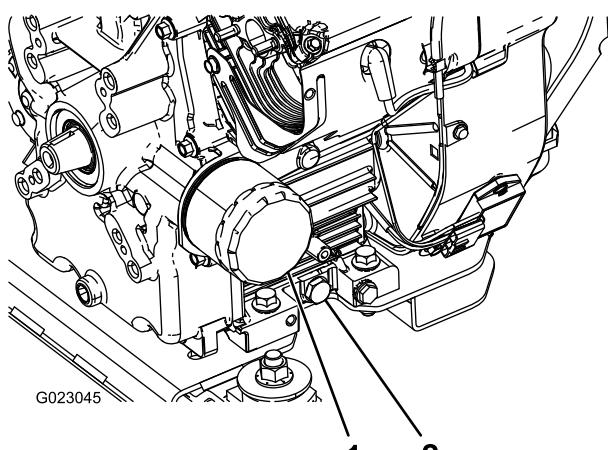

Figure 38
5. Enlevez le bouchon de vidange (Figure 38).
- Déposez le filtre à huile (Figure 38).
- Posez le filtre à huile de rechange sur l'adaptateur. Tournez le filtre dans le sens horaire jusqu'à ce que le joint rejoigne l'adaptateur, puis donnez $\frac{1}{2}$ tour supplémentaire (Figure 38).